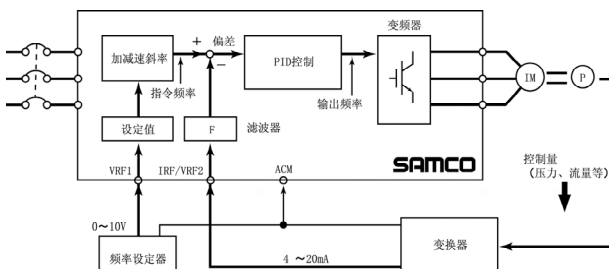
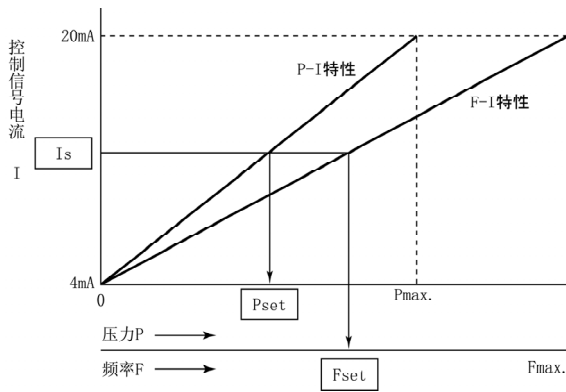

图7-1
图7-2
- 基本的使用例子如图7-1所示。(指令值, 反馈信号都是模拟信号的情况)
- 在遇到反馈信号上叠加有噪音情况时, 请调节反馈信号输入滤波器的时间常数 (Cd125)。图7-1所示的“F”部位上设置了滤波器。
- 设定值是由操作面板或者外部的模拟信号输入等以频率的形式输入。有关以压力变换器为例的图7-1的情况下, 设定值 (频率) 的设定例如图7-2所示。